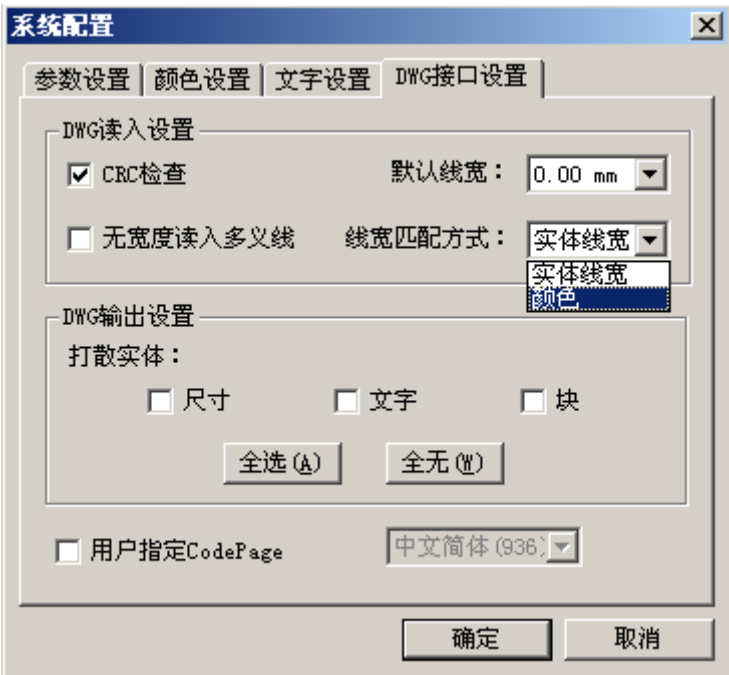

图 13-4 系统配置对话框
- (1) 单击并选择【工具】菜单中的【选项】，系统弹出【系统配置】对话框，单击【Dwg 接口设置】。如图 13-4 所示